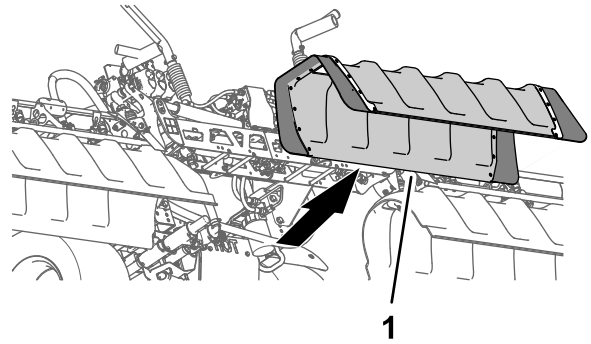

Bild 28
2. Nehmen Sie die mittlere Abschnittsabdeckung von der Maschine ab (Bild 28).